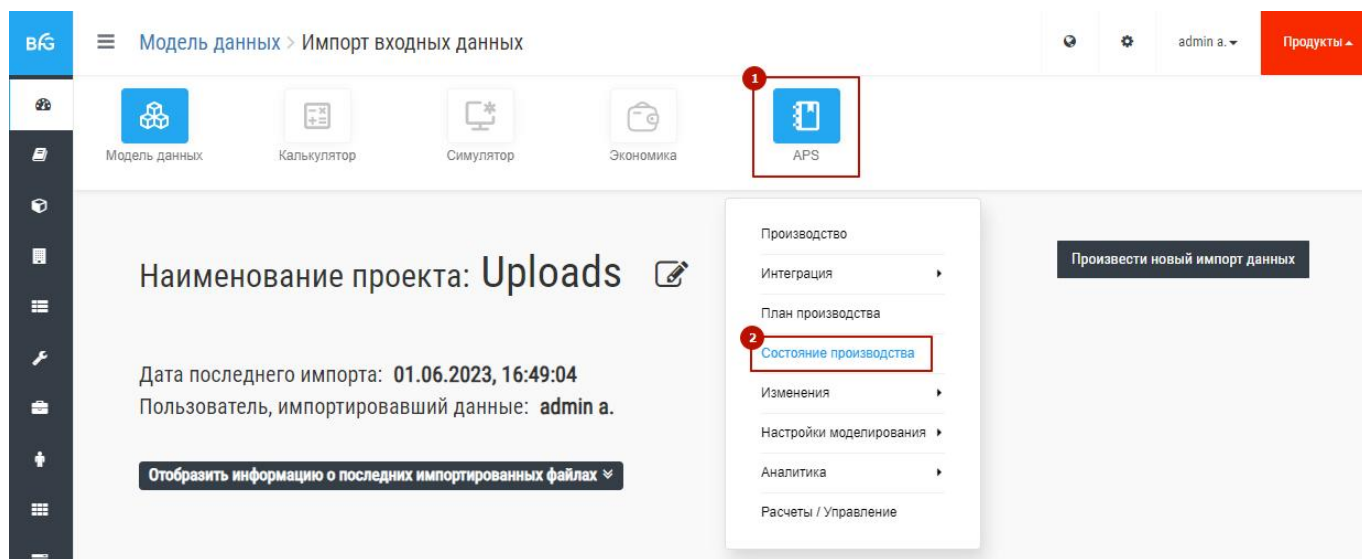

Рис. 60 – Окно состояния производства
- выбрать в меню «APS» → «Состояние производства» (1 + 2 на Рис. 60);